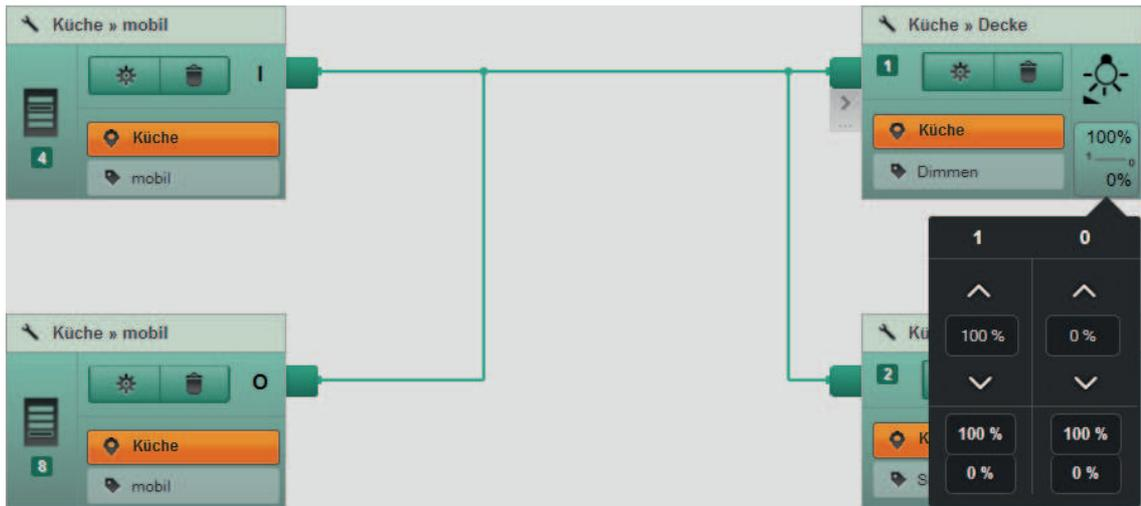

Bild 57: Aktorwerte für Alles-Ein/-Aus zuweisen
- Auf die Erweiterung der Gerätekachel des Aktors klicken und Werte für Alles-Ein (**1**) und Alles-Aus (**0**) einstellen (Bild 57).